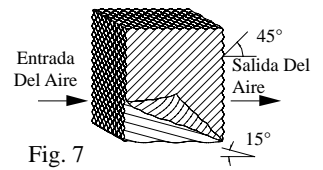

Fig. 7
**IMPORTANTE:** Para que el enfriador funcione lo mejor, debe instalar el medio evaporativo correctamente. Si usted ha comprado filtros con dos ángulos iguales, las instrucciones siguientes no serán provechosas para usted. Los filtros deben ser instalados con el ángulo más escarpado inclinándose por la entrada del aire (véase fig. 7). La razón es que el ángulo más escarpado le ayuda a poner más agua en el lado seco y caliente donde lo necesita más. También le ayuda a contrarrestar la tendencia del aire a empujar la agua hasta atrás de los filtros.